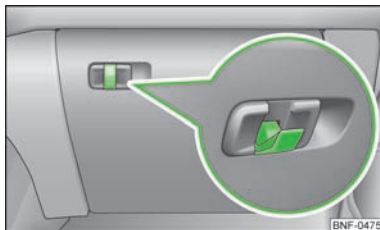

Abb. 50
Im Öffnungshebel des Ablagefachdeckels auf der Beifahrerseite befindet sich ein klappbarer Haken » Abb. 50, der zum Aufhängen kleinerer Gepäckstücke, z. B. Taschen u. Ä. dient.
- Bei vorgeklapptem Haken » Abb. 50 kann das Ablagefach nicht geöffnet werden.